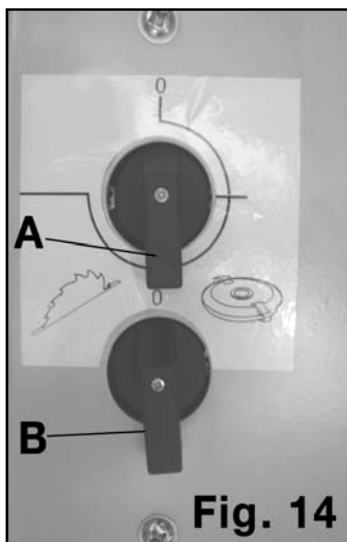

Fig. 14
- **Utilisation du panneau de contrôle pour la scie - toupie (Fig.14):**
Le sélecteur (A) (**Fig.14**) permet la fonction scie- toupie. Positionner le sélecteur sur O pour couper l'alimentation générale. Tourner le sélecteur vers la droite pour alimenter la scie- toupie.
Le sélecteur (B) (**Fig.14**) est utilisé pour sélectionner la fonction scie ou toupie. Tourner le sélecteur vers la gauche pour alimenter la scie et vers la droite pour alimenter la toupie. S'assurer que le sélecteur (A) est en position à droite pour que la scie ou la toupie puisse démarrer.